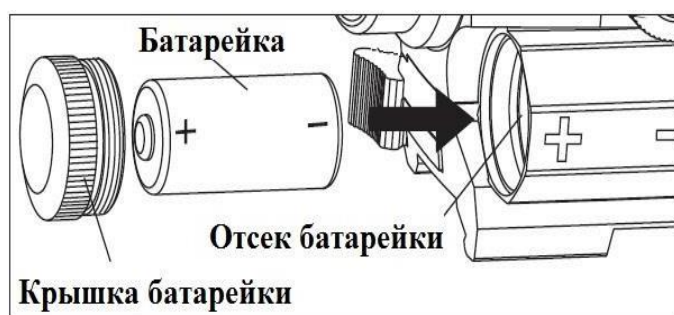

рис.2
2. Порядок установки и замены батарейки поясняет Рис.2: